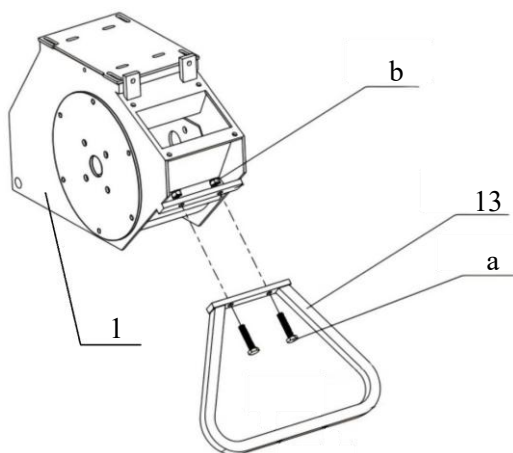

Fig. 3
- Allineare il piede di supporto (13) con la camera di triturazione (1) come illustrato nella Fig. 3.